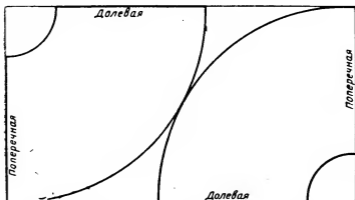

Рис. 221. Раскладка деталей юбки «полусолнце» на ткани
**Раскрой и шитье.** Вырезают две выкройки клеша и раскладывают их на ткани так (рис. 221), чтобы обозначения «Долевая»